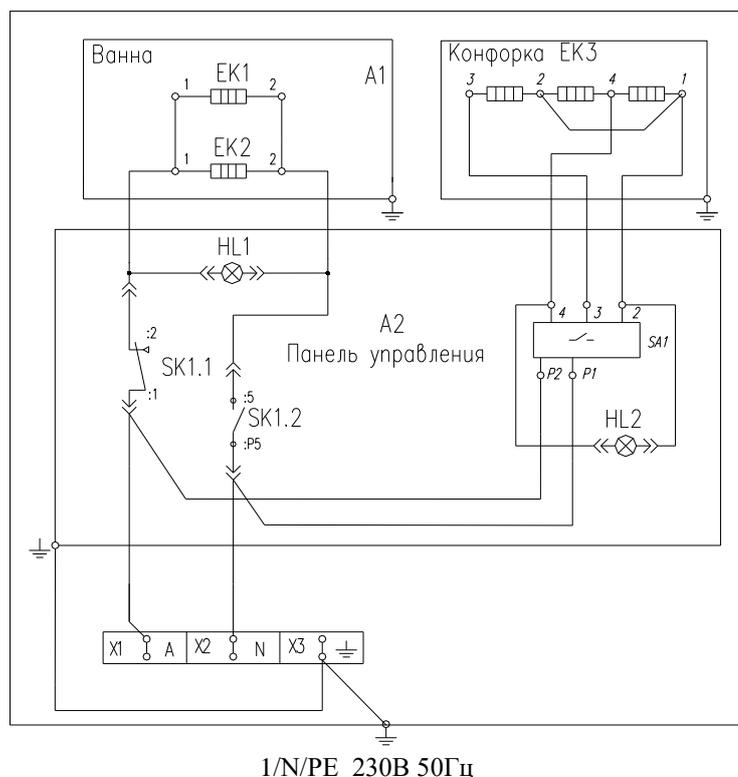

Рис. 7. Схема электрическая принципиальная.
Изделие необходимо подключать к сети однофазного переменного тока с напряжением 220 В, с нейтральным и заземляющим проводниками. Электрическая схема представлена на рис.7.
- соединить провода электросети согласно маркировке на клеммной колодке, в соответствии с электросхемой (рис.7).